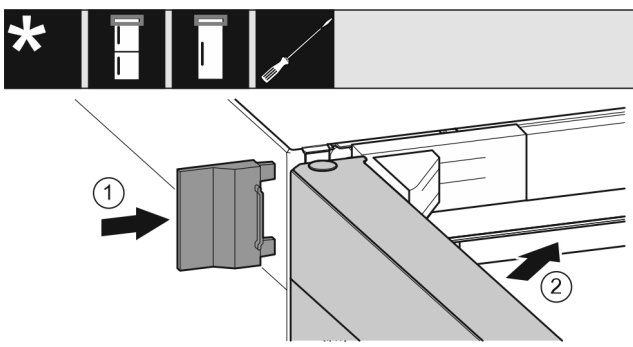

Fig. 23
- ▶ Нахлузете външния капак. *Fig. 23 (1)*
- ▶ Затворете горната врата. *Fig. 23 (2)*